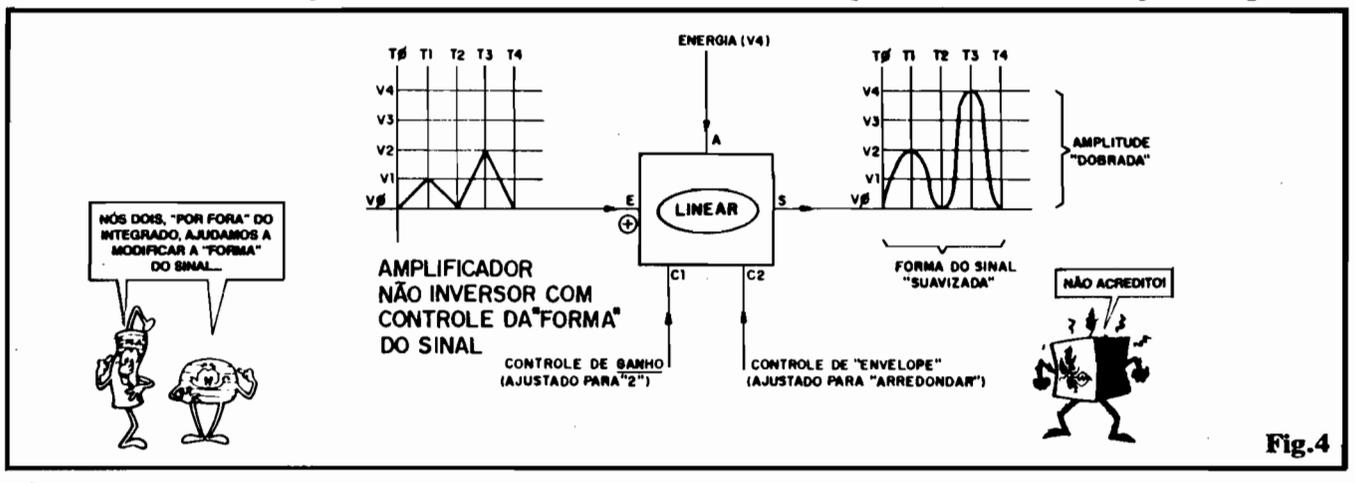

Fig.4
- FIG. 4 - BLOCOS AMPLIFICADORES LINEARES, QUE PERMITEM “MODIFICAÇÕES” (MAS MANTENDO A “PROPORCIONALIDADE”) NO FORMATO DO SINAL... - Conforme já dissemos em “Aulas” imediatamente anteriores, embora o Circuitos Integrados possam ser interpretados como blocos circuitais mais ou menos completos (para as funções ou conjuntos de funções mais ou menos específicas...), são raros os blocos que podem “ignorar” o auxílio externo de componentes discretos, capazes de - através de acessos ou terminais especiais no Integrado - dimensionar, parametrizar e “modificar” a linearidade básica do módulo! Usando, por exemplo, simples CAPACITORES e RESISTORES externos, estrategicamente acessados por determinados pinos ou “pernas” de um Integrado Amplificador Linear convencional, podemos - sim - efetuar até modificações sutis na “forma” do sinal que transita pelo bloco...! Os naturais “controles de tempo” devido às constantes inerentes aos conjuntos R-C (Resistor/Capacitor), permitem - por exemplo - “suavizar” uma forma de sinal mais “abrupta”, ou “aguçar” uma forma de sinal mais “suave”, dentro de certos limites, sem que com isso se perca de vista a velha “proporcionalidade” dentro da qual funciona um bloco LINEAR! No bloco/exemplo da figura, temos um AMPLIFICADOR NÃO-INVERSOR COM CONTROLE DA “FORMA” DO SINAL (além da possibilidade externa de programação do ga-